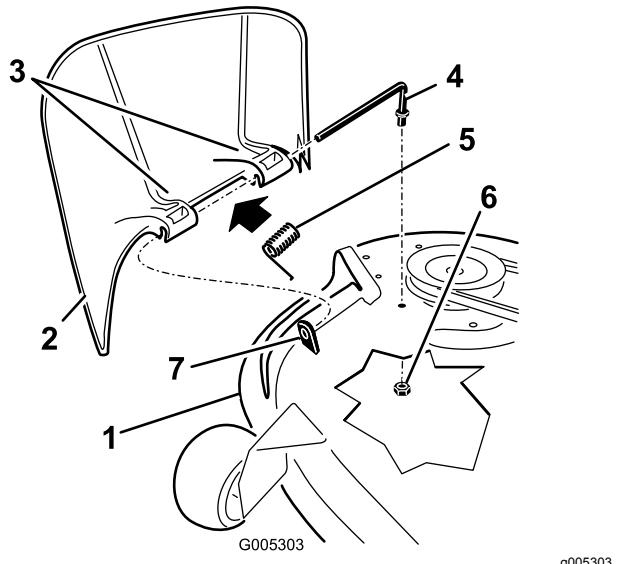

Figure 56
- Retirez l'écrou (3/8 po) de la tige, sous le tablier de coupe (Figure 56).
- Sortez la tige de la courte cheville de positionnement, du ressort et du déflecteur d'herbe (Figure 56).
- Remettez en place le déflecteur d'herbe (Figure 56).
- Insérez la tige dans le deuxième support du déflecteur d'herbe (Figure 56).
- Fixez l'extrémité arrière de la tige dans le tablier de coupe à l'aide d'un écrou (3/8 po), comme montré à la Figure 56.